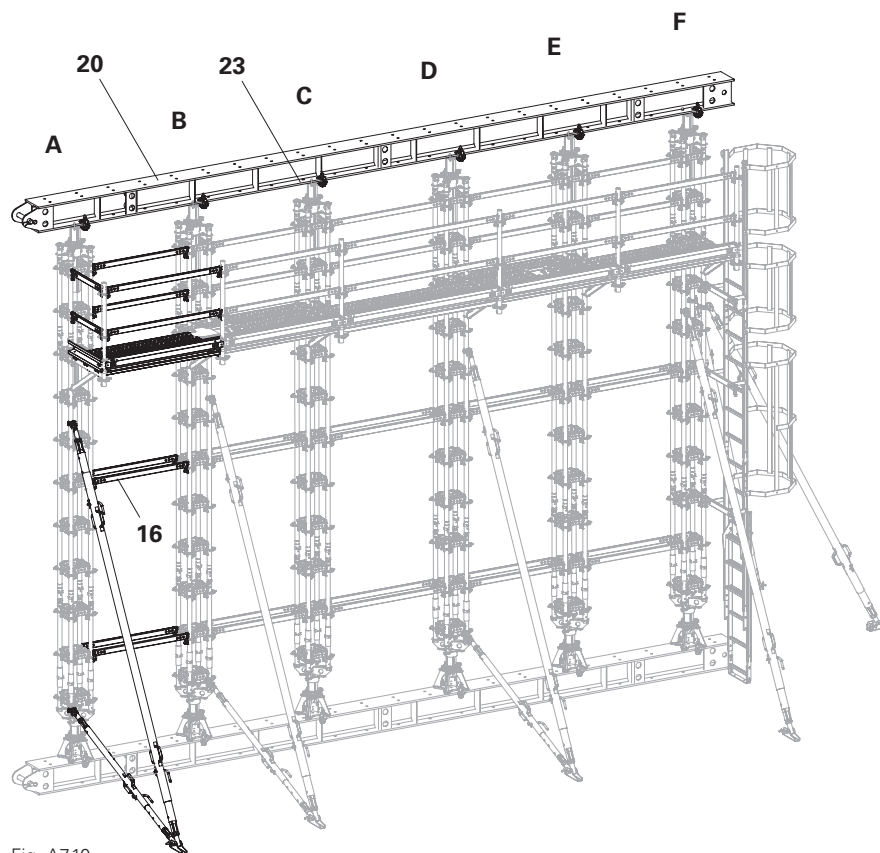

Fig. A7.10
1. Agganciare i puntelli a portata elevata HD attorno all'albero di testa TR (**2**) con imbracature ad anello per evitare lo scivolamento, quindi alzare il carico con il sistema di sollevamento. (Fig. A7.10)